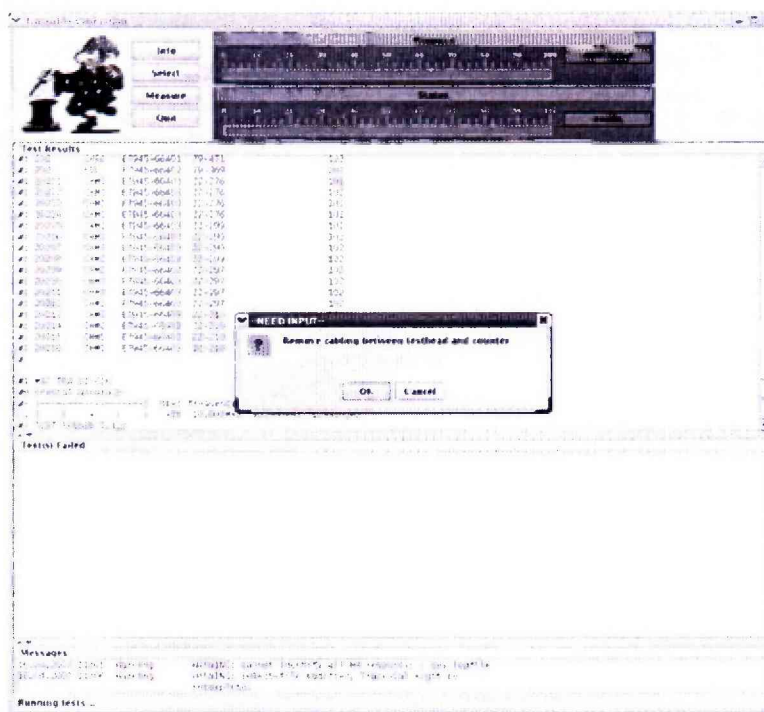

Рисунок 11 – Окно программы после проведения измерений опорной частоты
7.5.1.5 По окончании измерений и после вывода результатов измерений опорной частоты на экран, программа выведет сообщение с требованием отсоединить кабель между тестовой головкой и частотомером (рисунок 11).